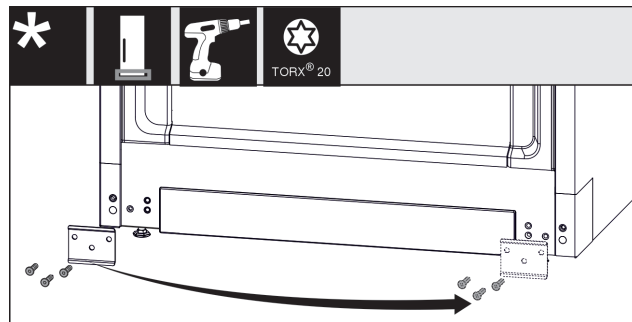

Fig. 15
- ▶ Відкрутіть щиток Fig. 15 (1), переставте його на інший бік і знову прикрутіть.